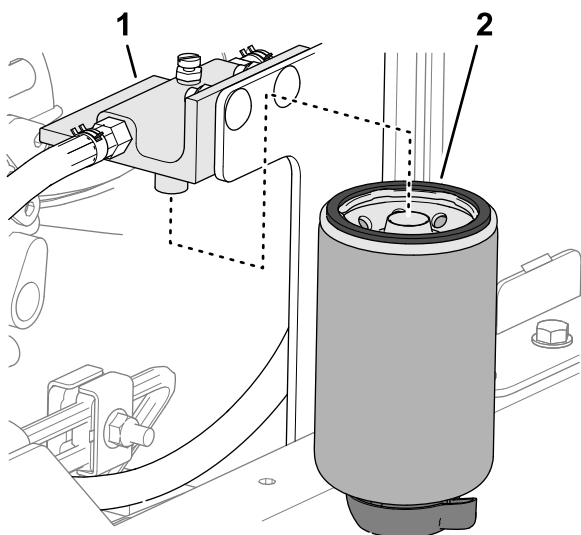

Рисунок 82
2. Очистите головку и корпус фильтра (Рисунок 82).